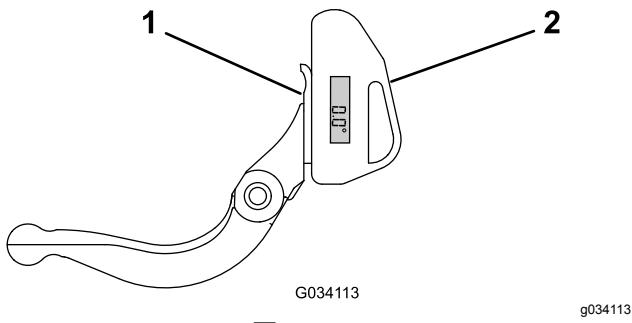

図 27
1. 図 27に示すように、ベッドナイフの底部に傾斜計をセットする。